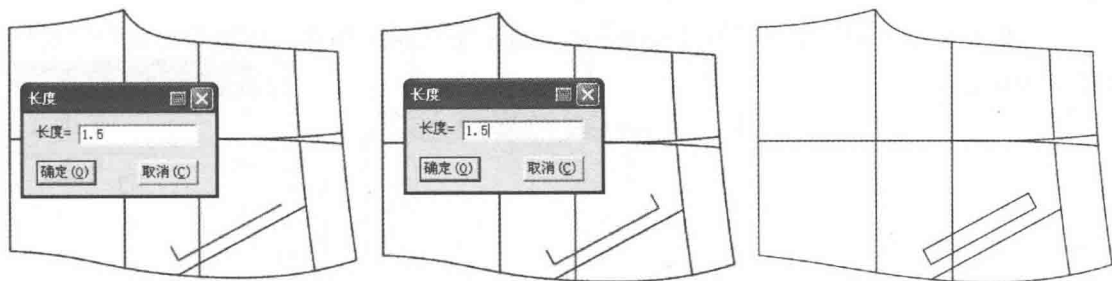

图 7-98 画贴袋步骤 5
⑤选择  【智能笔】工具按着【Shift】键,进入【三角板】功能。左键点击袋位线的一端拖到另一端;输入 1.5cm (图 7-98)。
⑥选择  【智能笔】工具按着【Shift】键,进入【三角板】功能。左键点击袋位线的一端拖到另一端,输入 1.5cm。然后用  【智能笔】工具把口袋位画好。